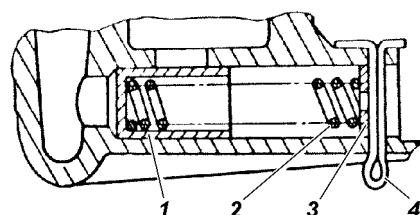

Рис. 4.60. Редукционный клапан:
- извлеките шплинт 4 (рис. 4.60), выньте шайбу, пружину и плунжер редукционного клапана из приемного патрубка;